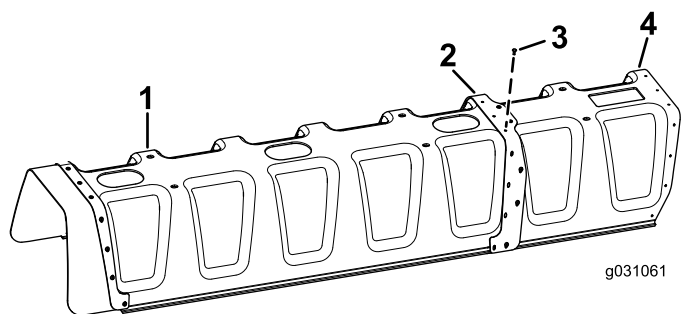

图6
- 将 11 个弹伸铆钉 (3/16 x 1/2 英寸) 和垫圈 (3/16 英寸) 安装到加强板, 将 11 喷嘴护罩连接至 12 喷嘴护罩上 (图6)。